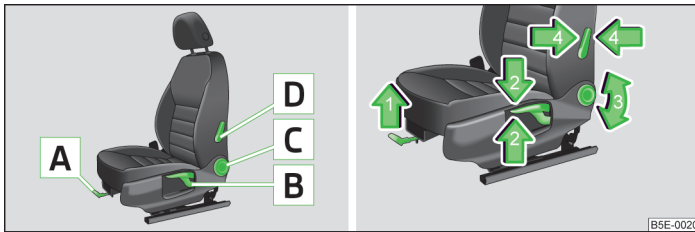

Fig. 46 Elemente de comandă pentru reglarea manuală a scaunelor
- > Trageți maneta **A** » fig. 46 în sensul săgeții 1 și împingeți scaunul în direcția dorită.
- > Trageți, respectiv împingeți repetat maneta **B** » fig. 46 în sensul uneia dintre săgețile 2.
- > Eliberați spătarul (nu vă sprijiniți) și rotiți rozeta **C** » fig. 46 în sensul săgeții 3.
- > Apăsăți maneta **D** » fig. 46 în sensul uneia dintre săgețile 4